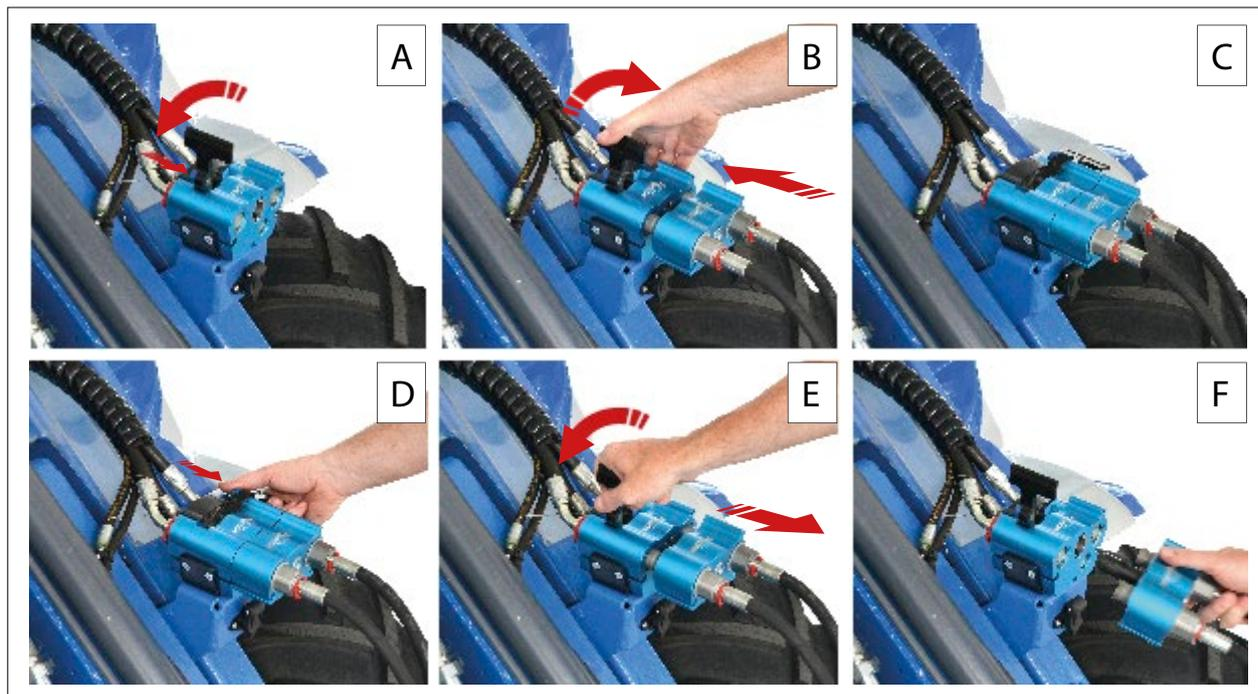

РИС. 29
Перед выполнением гидравлических соединений между машиной и навесным оборудованием (РИС. 29) необходимо сбросить остаточное давление в гидравлическом контуре машины. Для этого выполните следующие действия:
- 2) Нажмите кнопку блокировки (РИС. 28 – Сс. 2) на ручке замка и поднимите ручку замка (РИС. 28 - Сс. 3) в открытое положение (Рис. 29 – Сс. А).
- 4) Потяните стопорную ручку (РИС. 29 – Сс. В) вниз, зафиксировав панель адаптера в разъеме (РИС. 29 – Сс. С).
- 1) Нажмите кнопку блокировки (РИС. 29 – Сс. D) на ручке замка и поднимите ручку замка в открытое положение (РИС. 29 – Сс. E).
- 2) Отсоедините гидравлические трубки навесного оборудования от машины (РИС. 29 – Сс. F).